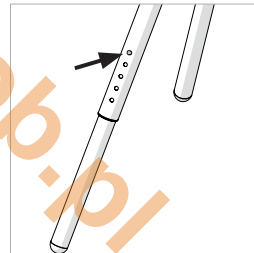

Fig. 3
- Presione hacia dentro el pasador de bloqueo de la pata interior (**Fig.3**) y deslícelo con cuidado fuera de la pata interior hasta la posición deseada.
- Ajuste las cuatro (4) patas, asegurándose de que todas están ajustadas a la misma longitud.